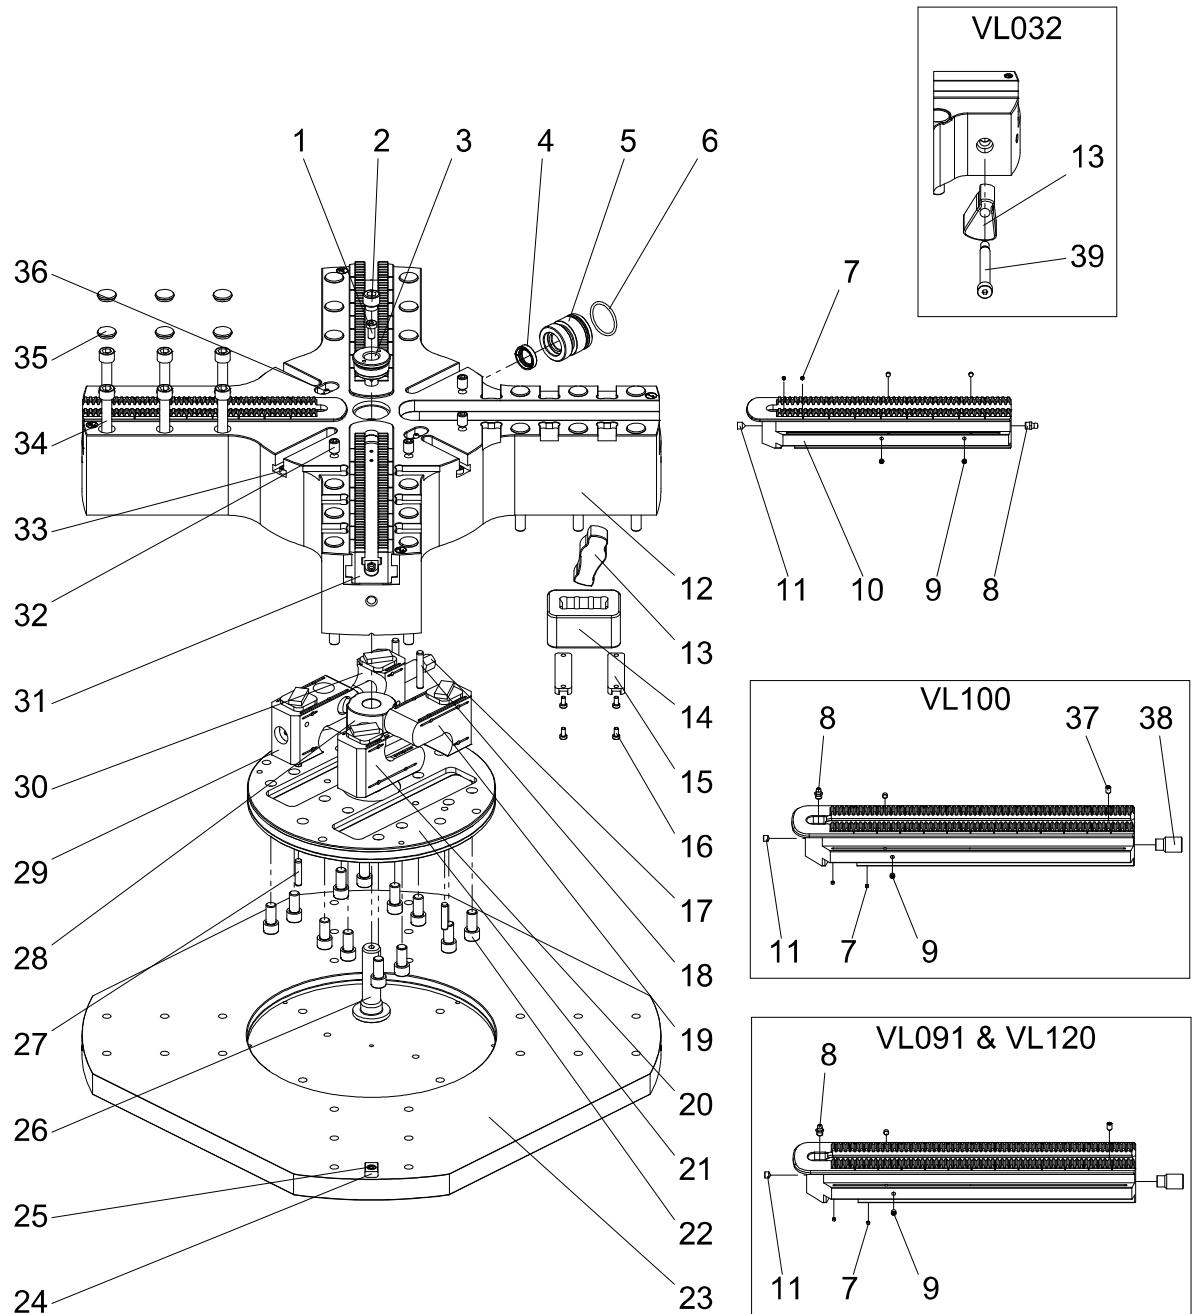

Fig. 8-1 : Pièces de rechange INOFlex® VL032 à VL120
- Étape 1** Recherchez la pièce de rechange souhaitée dans la figure 8.1 ou 8.2.